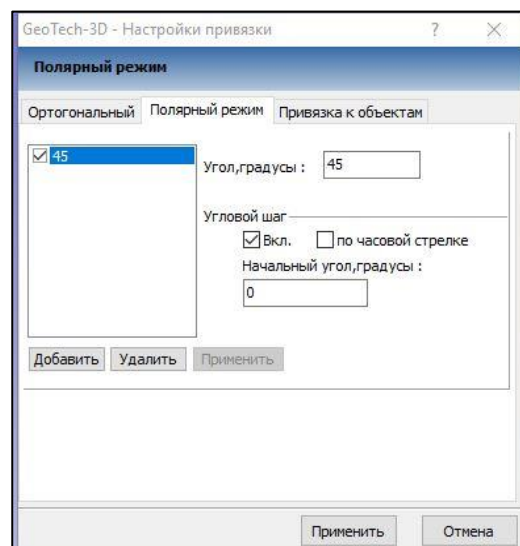

Рис.4.10
16.3. В диалоговом окне **Настройки привязки** на вкладке **Полярный режим**  введите значение угла слежения и параметры углового шага согласно рис.4.10. Нажмите кнопку **Применить**.